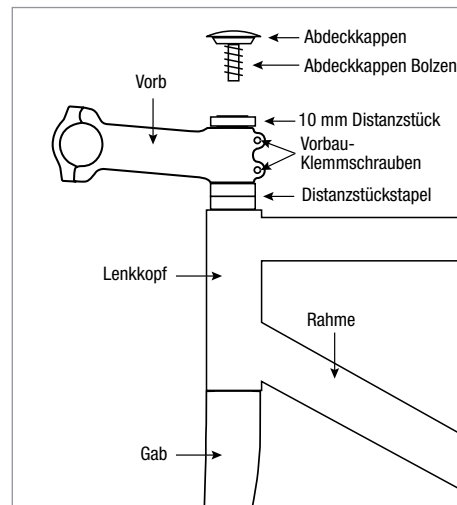

Abbildung 8
2. Installieren Sie Gabel, Distanzstücke, Vorbau und alle Lenkkopflagerbauteile im Steuerrohr (Abbildung 8).